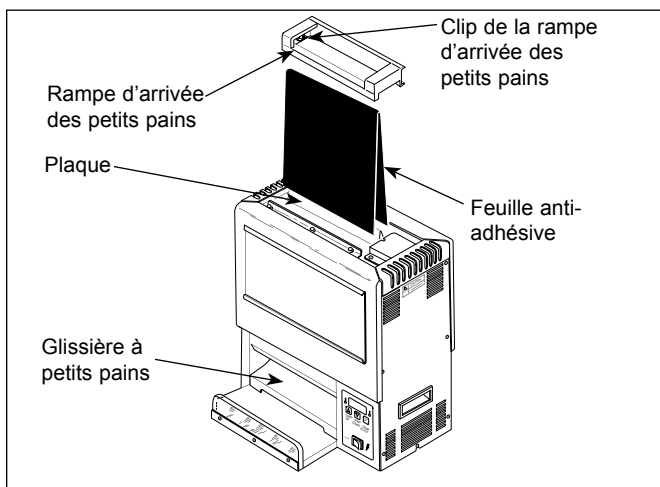
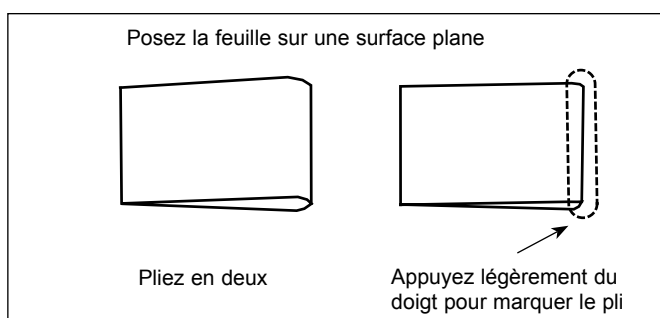

Figure 9. Retrait/installation de la feuille anti-adhésive
Figure 16. Pliage de la feuille de papier anti-adhésif
3. Retirez la feuille anti-adhésive (Figure 9) et posez-la sur une surface propre, plane et sèche. Vaporisez du **super concentré polyvalent McD® (HCS)** sur un torchon propre et sec. Passez le torchon en appuyant bien sur toute la longueur de la feuille anti-adhésive en couvrant toute la surface. Reprenez immédiatement la procédure avec un torchon propre humecté de **solution désinfectants KAYQUAT™ (HCS)** et laissez sécher la feuille anti-adhésive à l'air. Retournez la feuille anti-adhésive et reprenez la procédure de l'autre côté.
1. Pliez une feuille anti-adhésive neuve en deux, en marquant le pli uniquement avec les doigts (Figure 16) et placez-la sur la plaque. Laissez le transporteur l'attirer en position et assurez-vous qu'elle est correctement placée (Figure 9).